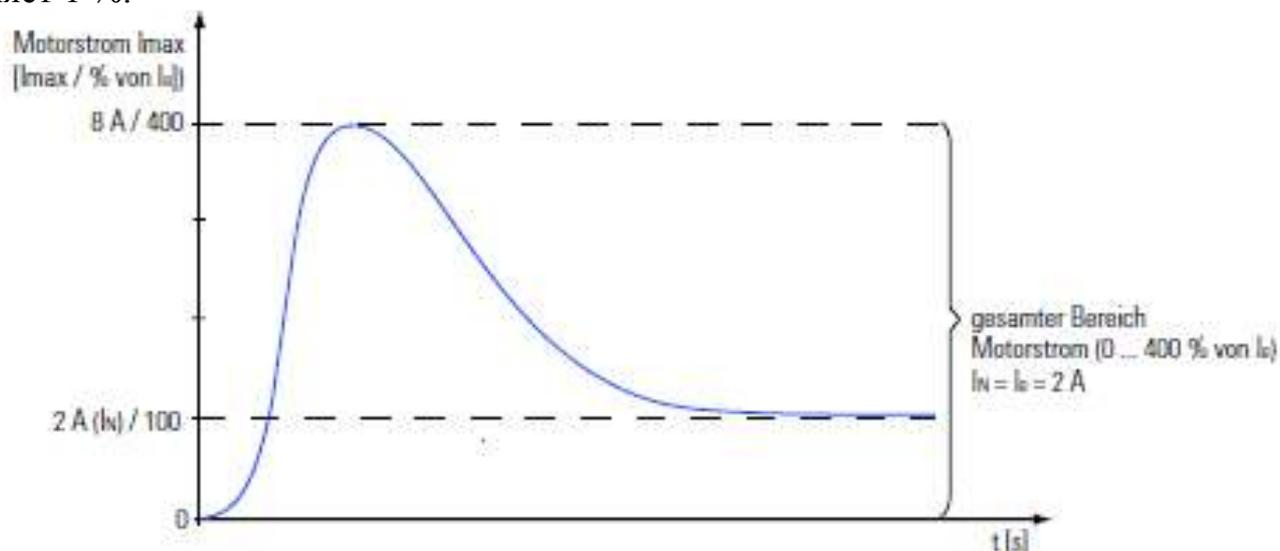

Рис. 4.7. Применение выводов тока электродвигателя ко всему диапазону
**Пример 4.1.** Вывод текущего значения тока – по всему диапазону тока двигателя (рис. 4.7).